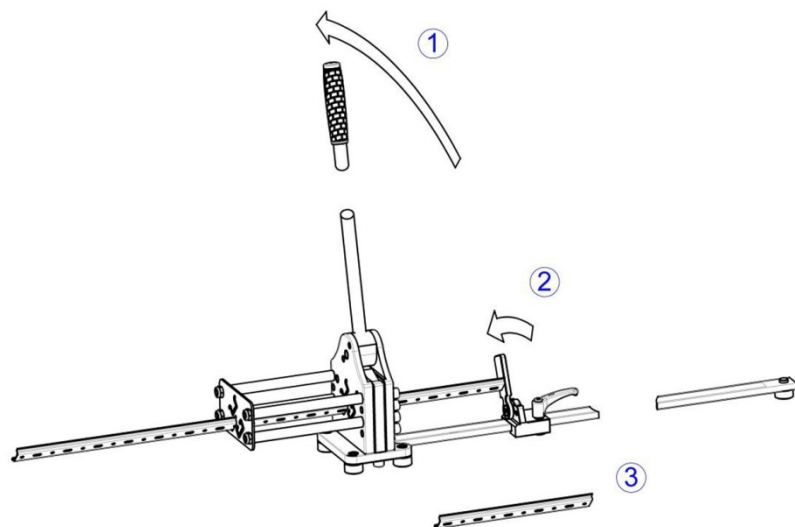

Bild 8: Ta bort DIN-skena
- För att ta bort den kapade DIN-skenan ska du föra gripstången helt bakåt till dess utgångsläge (bild 8, pos. 1).
- Beroende på arbetsstyckets längd kan du vid behov föra anslagsluckan åt sidan (bild 8, pos. 2) och därefter ta ut den färdiga profilen.